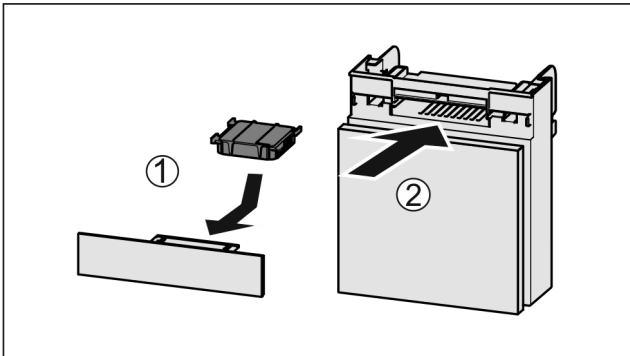

Fig. 133
- ▶ Helyezze be Fig. 133 (1) az aktívszén-szűrőt az ábrán látható módon.
- ▶ Tolja be Fig. 133 (2) a rekeszt.